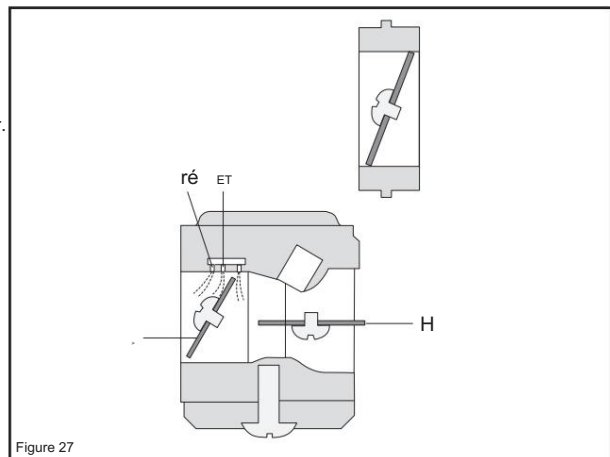

Figure 27
En mode d'accélération partielle (voir la figure ci-dessous), la soupape rotative (I) est partiellement ouverte et la soupape d'étranglement (H) est ouverte. L'alimentation en carburant se fait par les gicleurs diffuseurs (D et E). Le papillon des gaz (J) commence à s'ouvrir. (voir figure 27)